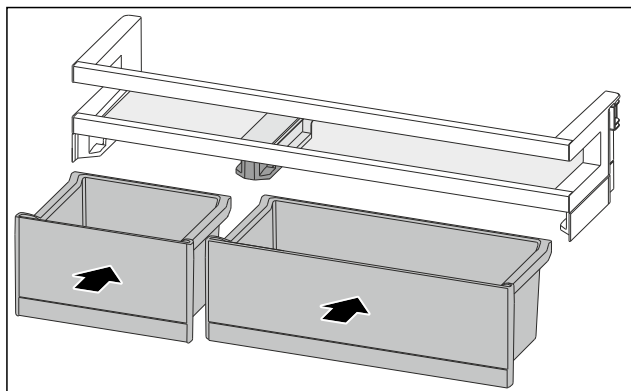

Fig. 89
- ▶ Włożyć VarioBox w innym rozmieszczeniu. (patrz Fig. 89)